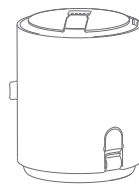

Рис. 13.2
4. Поместите собранную конструкцию HEPA-фильтра в пылесборник в направлении, показанном на рисунке 13.1. Он должен выглядеть, как показано на рис. 13.2.